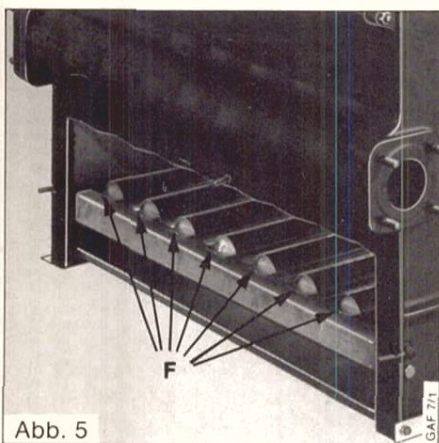

Abb. 5
schraube auflegen und mit 1 Sechskantmutter nur auf der Gasstraßenseite befestigen, Abb. 5, daß andere Ende des Aufлагewinkels lose auf den Schraubenbolzen auflegen.
Brenner einlegen, darauf achten, daß die Zapfen (F), Abb. 5, der Brenner in die Schlitze des Aufлагewinkels einrasten und die Vorderseite der Brenner auf den Düsen im Gasverteilerrohr aufliegt.
Bodenblech von vorne unterhalb der Brenner auf die Gußleisten der Endglieder legen, Abb. 5. Die hintere Abkantung des Bleches zeigt nach oben, die rechte, linke und vordere Abkantung nach unten.